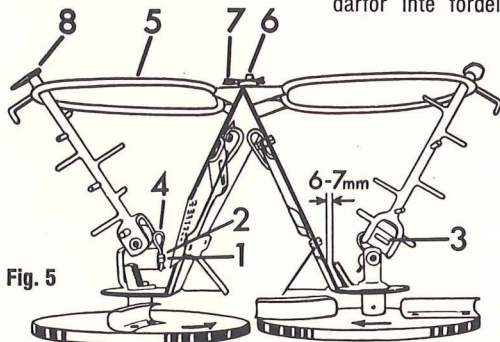

Fig. 5
Montering av ringomröraren. Som framgår av fig. 5 skjuts de båda ringomröraraxlarna på de befintliga tapparna, fig. 5/1 från sidan så att hålet, fig. 5/2, på sprinten ej täcks av plattjärnet, fig. 5/3. Axeln låses med sprinten, fig. 5/4. De båda ringarna, fig. 5/5, monteras fast vid fästet i behållaren genom att plattjärnen, fig. 5/6 sticks igenom slitsarna i förbindningen mellan ringarna och låses med sprinten, fig. 5/7. De båda ringomröraraxlarna, fig. 5/8, måste naturligtvis löpa inuti de båda ringarna.
12. Kontrollera regelbundet avståndet, 6–7 mm, se fig. 5, mellan behållarens sida och omrörarfingret. Fingerspetsarna måste ev riktas. Kraftigt förslitna omrörare byts ut.